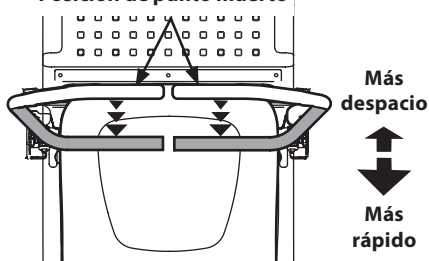

Figura 24
1. Mueva las dos palancas de control de la transmisión de forma lenta y pareja hacia atrás. El tractor comenzará a moverse marcha atrás (Figura 24).